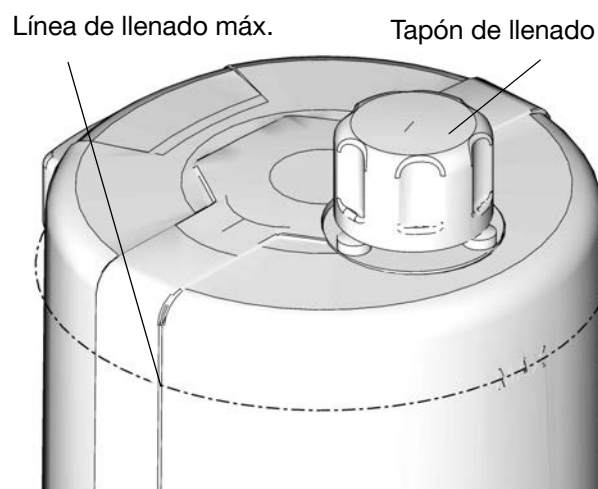

FIG. 20
- No llene en exceso (FIG. 20).
1. Quite el tapón de llenado (FIG. 20).
2. Vierta el aceite en el depósito hasta la línea de llenado máximo (FIG. 20).
3. Vuelva a poner el tapón de llenado y apriételo a mano de forma segura (FIG. 20).